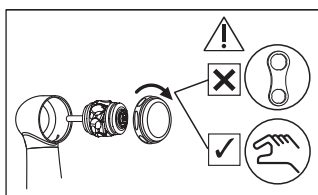

図 36
- 5 新しいカートリッジを、ヘッドに挿入します（図 36）。
- ・ヘッドキャップのねじは軽く手で締めてから最後にゆるまないようにレンチで締め付けてください（図 36）。